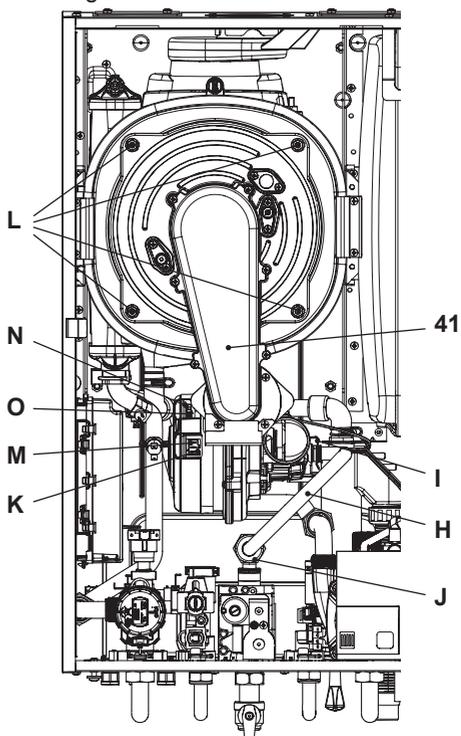

Figura 9.12
Rimozione del gruppo bruciatore ventilatore 41 in Figura 9.12.
- Inserire un cacciavite piano nella rientranza K del connettore M e fare leva verso il basso, contemporaneamente scollegare il connettore M tirandolo frontalmente (Figura 9.12).
- Scollegare il connettore del ventilatore N premendo il gancio in plastica O posizionato nella parte sottostante del connettore (Figura 9.12).
- Svitare i dadi L e rimuovere il gruppo bruciatore ventilatore 41 (Figura 9.12)